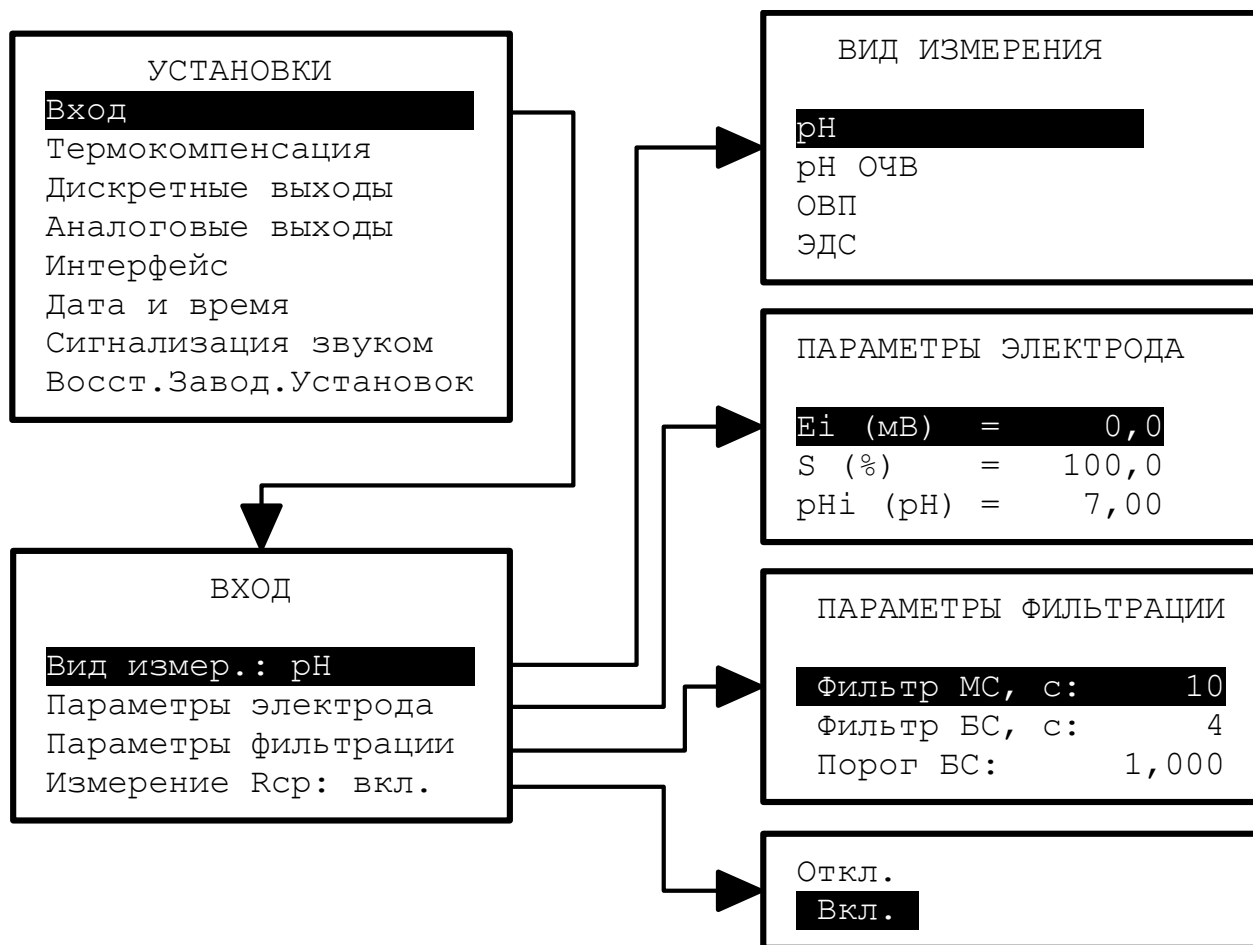

Рисунок 10 - Меню «ВХОД»
3.3.1.8 **pH** - цифровое отображение результатов измерений выбранного основного параметра. Вид измерения основного параметра: **pH** **pH ОЧВ**, **ОВП** или **ЭДС** устанавливается в «ГЛАВНОЕ МЕНЮ - Установки - Вход - Вид измерения» (смотри Рисунок 10).
В данном меню (смотри Рисунок 10) устанавливаются вид измерения основного параметра, параметры электрода, параметры фильтрации и включается или выключается диагностика электрода.